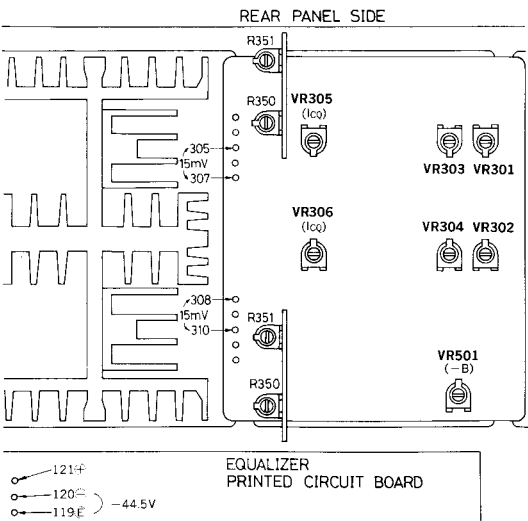

Fig. 6 (Abb. 6)
● Diagramm für die abzustimmenden Teile (Abb. 6)
• Diagramme des sections devant être réglées (Fig. 6)